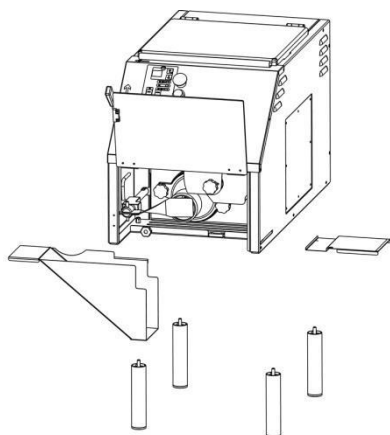

Fig. 15
- Fissare la macchina al carrello con le apposite quattro viti (fig. 15)